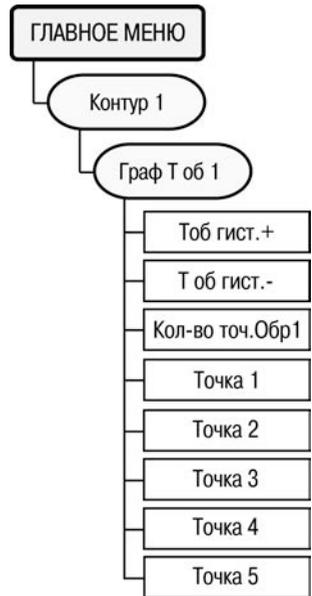

Рисунок 6.12
6.11.16 Для задания графика уставки температуры обратной воды в контуре 1 служит пункт меню //Контур 1/Граф Тоб (рисунок 6.12). График можно задать не более чем пятью точками, минимальное количество точек две. Контроллер осуществляет регулирование температуры теплоносителя, контролируя нахождение температуры обратной воды в заданных параметрами «Тобр. Гист+», «Тобр. Гист-» относительно данного графика пределах.